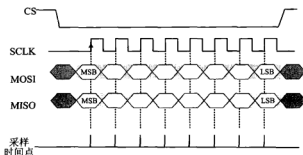

图 5.14.3 $CPOL=0, CPHA=0$
① SPI 的频率。上述要点中要求配置 SPI 频率为其跟随的设备总线频率的 4 分频。注意：SPI1 设备属于高速设备，隶属 APB2 总线，最大时钟频率是 72 MHz；而 SPI2 属于低速设备，隶属 APB1 总线，最大时钟频率是 36 MHz。因此在同样的设置参数下，SPI1 作为主机时的 SCLK 时钟频率是 $72 \text{ MHz}/4=18 \text{ MHz}$ ，SPI2 则是 $36 \text{ MHz}/4=9 \text{ MHz}$ 。
② 时钟极性和时钟相位的组合时序。上文提到通过对时钟极性和时钟相位进行组合设置可以产生 4 种不同的 SPI 通信时序，现基于 STM32 的硬件详述这 4 种时序（其中 CPOL 表示时钟极性，CPHA 表示时钟相位）。
a) $CPOL=0, CPHA=0$ 的情况如图 5.14.3 所示。
如图 5.14.3 所示,初始时刻 SPI 接口处于空闲状态,SLCK 线保持在低电平状态。当 CS 跳变至低电平之后,开始数据传输。可以看到,数据在 SCLK 线的一个脉冲周期中的第 1 个边沿(此处是正跳变)得到传输。总结起来就是,当 $CPOL=0$ 且 $CPHA=0$ 时,SCLK 呈现正脉冲周期形式,数据在上升沿得到存取,在下降沿准备就绪。